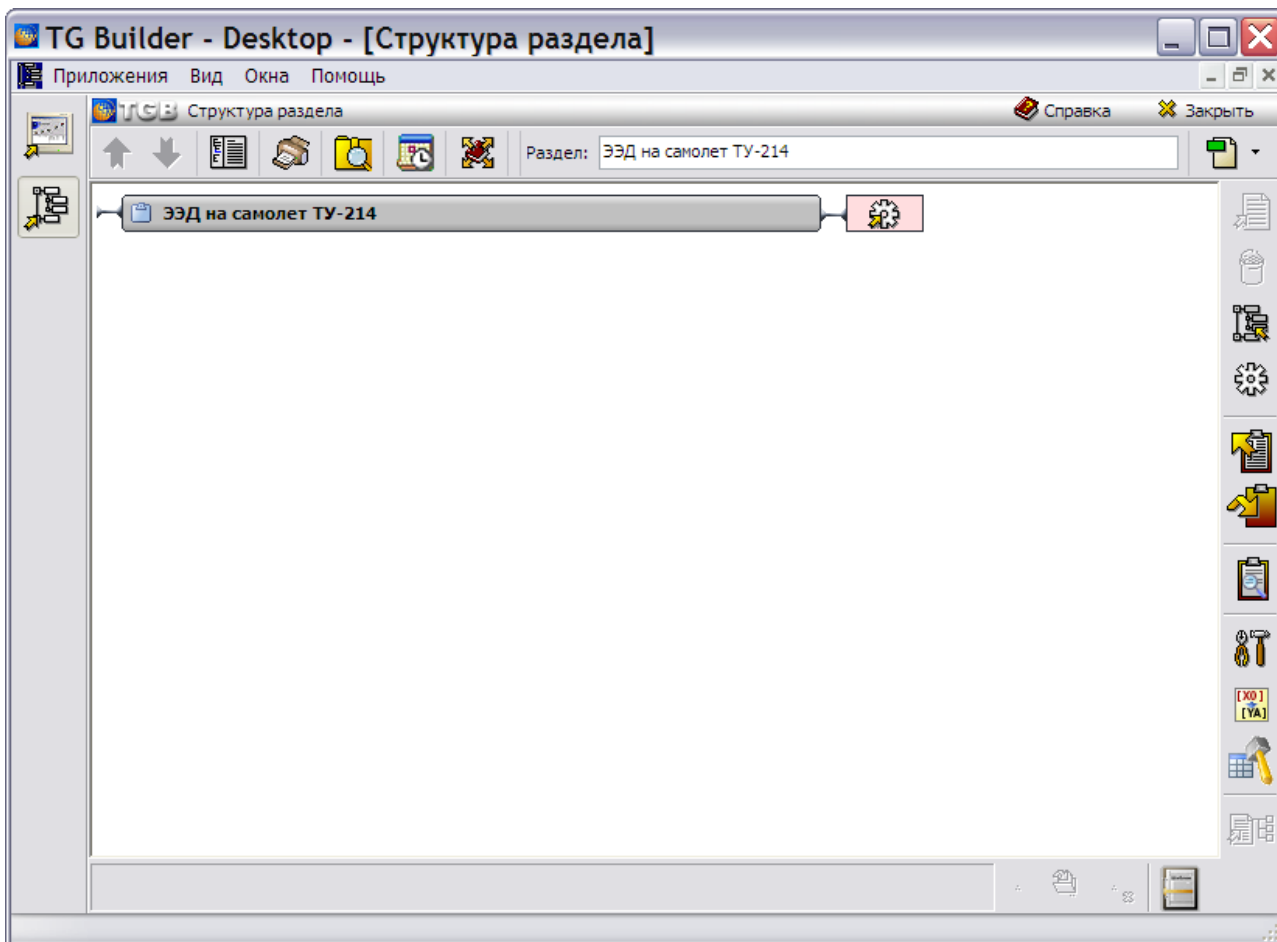

Рис. 23.17
1. Откройте проект, для которого создана очередь поставки. При этом появится диалоговое окно **Структура раздела** (Рис. 23.17).